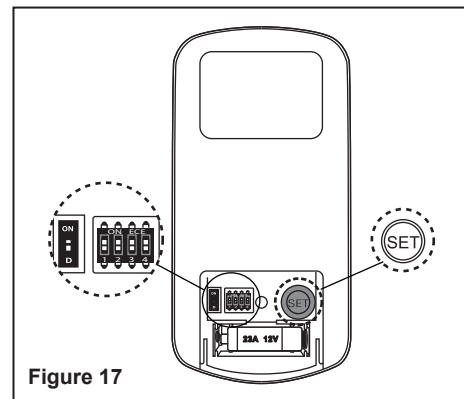

Figure 17
- À partir de l'émetteur, sélectionnez la fréquence désirée. Les commutateurs DIP peuvent être réglés selon 16 combinaisons différentes. (Fig. 17)
hors tension, rétablissez l'alimentation au ventilateur. Appuyez sur le bouton « SET » et maintenez-le enfoncé pendant environ cinq secondes, puis relâchez-le. Si l'ensemble d'éclairage facultatif est installé, l'ensemble d'éclairage clignotera deux fois et le témoin lumineux sur l'émetteur s'allumera lorsqu'une pression sera appliquée sur le bouton. Le processus de jumelage du ventilateur avec la télécommande est terminé et il est prêt à être utilisé. (Fig. 17)
- La sélection « ON » est la sélection à intensité variable et elle peut être utilisée avec toutes les ampoules sauf les ampoules fluocompactes. La sélection « D » concerne seulement l'éclairage (sans la fonction d'intensité variable) et peut être utilisée avec les ampoules fluocompactes, ce type d'ampoule ne pouvant généralement pas être utilisé avec un variateur d'intensité. (Fig. 17)